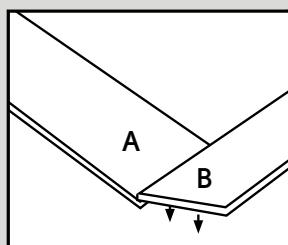

Fig. 4a
- Neem een plank 'A' en een plank 'B' en leg ze neer zoals hieronder getoond. Kantel de voorste rand van plank 'B', schuif de voeg samen en leg plat neer (Fig. 4a & 4b).